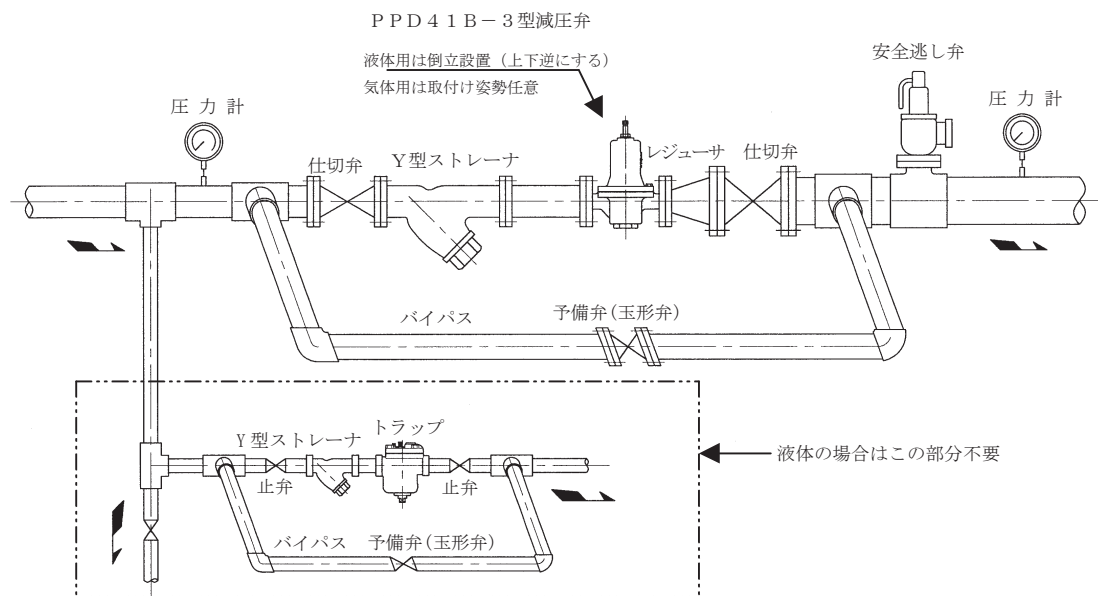

図3 配管例図
- 2.4 配管に際しては図3の配管例図に示すように、Y型ストレーナ、安全逃し弁、予備弁(玉形弁)及び前後弁(仕切弁)を備え、更に圧力計を取り付けるよう御計画ください。